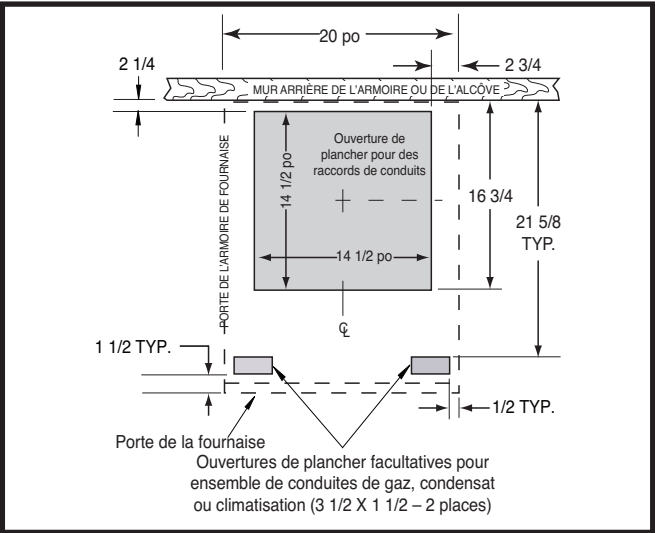
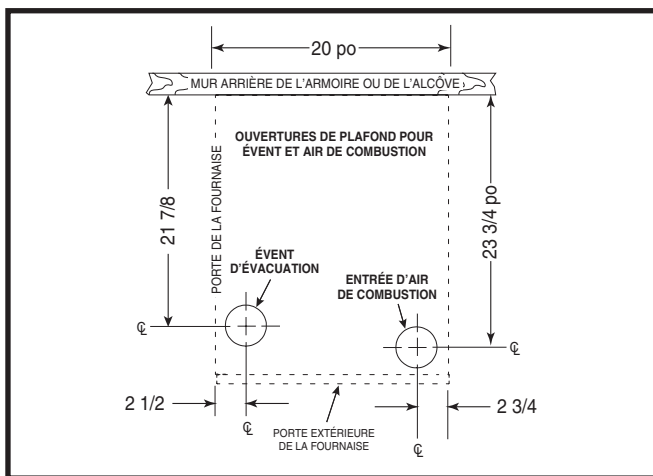

Figure 10. Dimensions de l'ouverture de plancher
Figure 11. Dimensions de l'ouverture de plafond
Pour positionner les conduits standard, consultez la Figure 10. Pour les conduits circulaires, consultez la Figure 11.
1. Mesurez à partir du mur arrière ou de l'alcôve et marquez la ligne centrale du trou dans le plancher. En utilisant la ligne centrale comme point de départ, tracez le reste du trou pour les conduits en fonction des dimensions données dans la Figure 10.
5. Mesurez et percez un trou de gaz et une ouverture pour le serpentín de refroidissement (s'il y a lieu). Consultez la Figure 10 ou la Figure 11.
Les ouvertures dans le plafond et le toit doivent être positionnées soigneusement pour prévenir les erreurs d'alignement entre la fournaise, les conduites d'air de combustion et les conduites d'évacuation. Voyez la Figure 10.